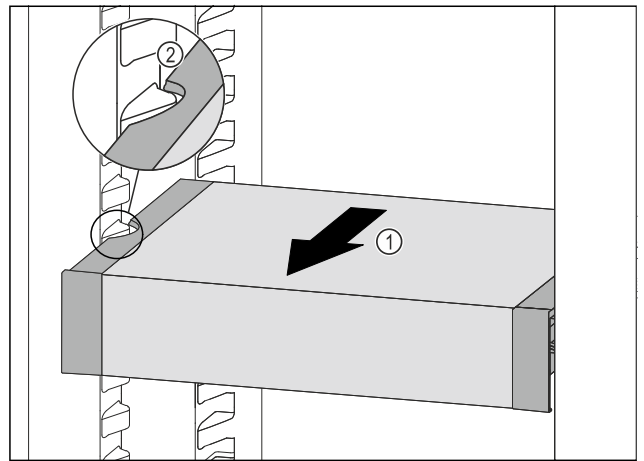

Fig. 165
- Tirare VarioSafe in avanti Fig. 165 (1) fino a quando le cavità laterali di VarioSafe non si trovano al livello della nervatura del contenitore nel vano frigorifero. Fig. 165 (2)